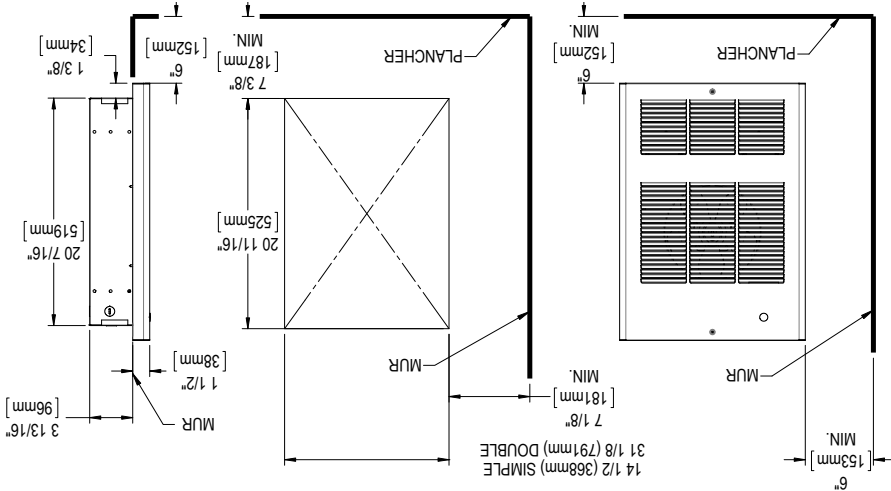

Figure 2: Ouverture
1. L'ouverture dans le mur doit être réalisée conformément aux normes acceptables (voir les figures 2 et 3, et les avertissements).
4. Pour une installation en surface, placez une plaque de bois à l'arrière du plateau afin de fixer solidement l'appareil au mur. Pour les dimensions de la plaque de bois, se référer à l'ouverture pour l'application encastree (voir figures 2 et 3).